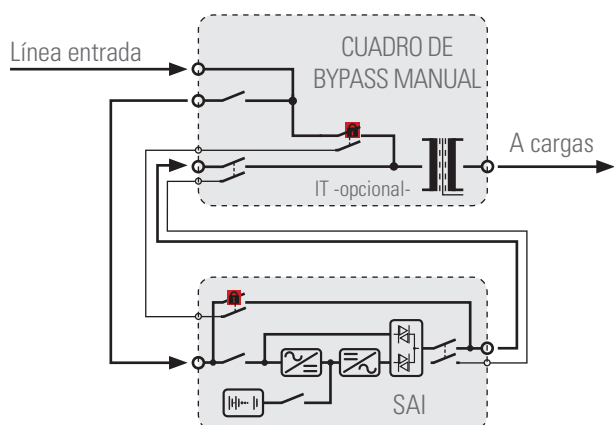

Fig. 1. Conexión cuadro de bypass manual estándar con SAI.
- El estándar o básico (Fig. 1). Con entrada común para la alimentación del SAI (rectificador-PFC) y de la línea de bypass estático.